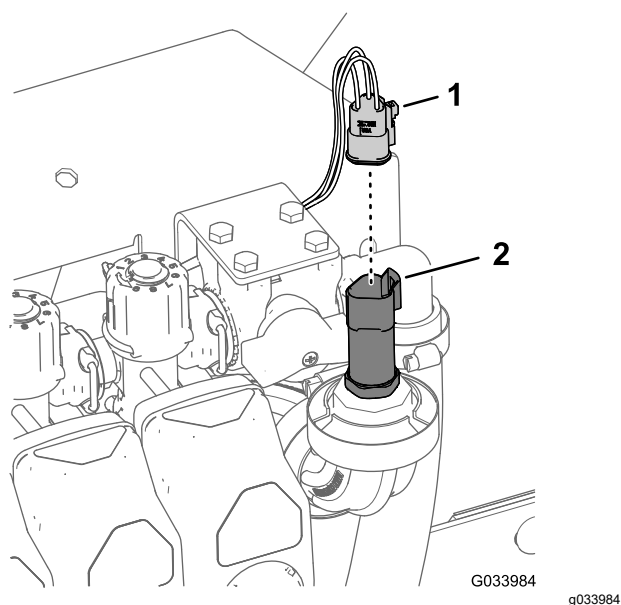

図 25
1. 水圧トランスデューサ用の3ソケットコネクタを外す 図 25。